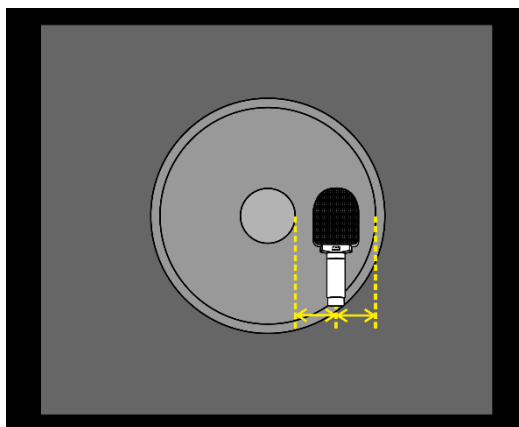

Fig. 02
- 04) Posizionare il microfono esattamente al centro tra il bordo del cappuccio antipolvere e il bordo dell'altoparlante, come illustrato nella Fig. 02 a pagina 6.
- Posizionare il microfono esattamente al centro tra il bordo del cappuccio antipolvere e il bordo dell'altoparlante, come illustrato nella Fig. 02 a pagina 6. Una volta posizionato, cercare la posizione ottimale con l'orecchio. Avvicinando il microfono al cappuccio antipolvere si aumenterà la brillantezza del segnale. Avvicinando il microfono al bordo dell'altoparlante, la brillantezza diminuirà e il suono risulterà più caldo.